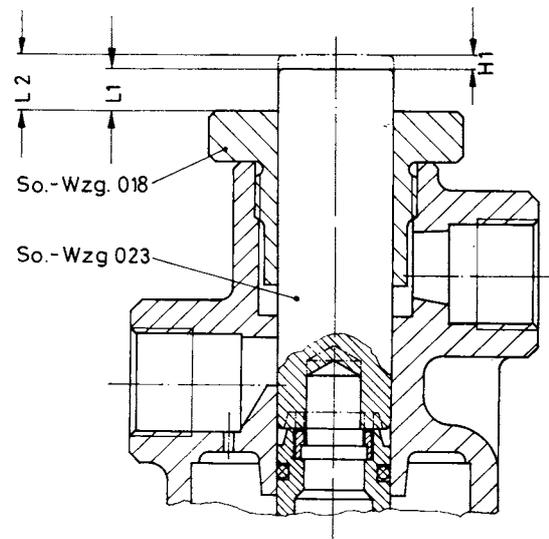

Abb. 3
- c) Mit der Tiefenlehre das Maß L1 bei entspannter Trittplatte messen. (siehe Abb. 3)
- d) Trittplatte über die Kreuzgriffschraube der Spannvorrichtung bis zum Anschlag durchdrücken. Dann das Maß L2 messen. (siehe Abb. 3)